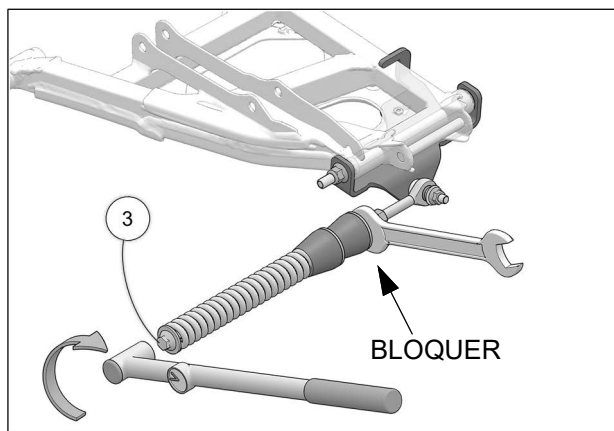

Fig. 10
10. Vérifier que le boulon du ressort (3) est serré au couple recommandé: 75 Nm [55 lb•pi]. Assurez-vous de bloquer en position, l'écrou devant les amortisseurs en caoutchouc. Voir la Fig. 10